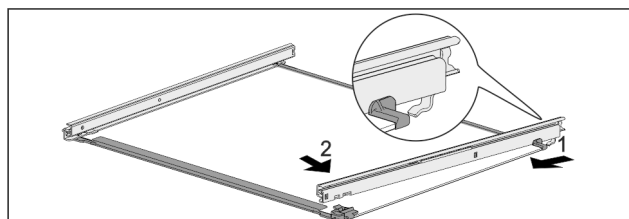

Fig. 118 Tablette en verre avec rails
- Accrocher le rail à l'arrière. Fig. 118 (1)
- Accrocher le rail à l'avant. Fig. 118 (2)